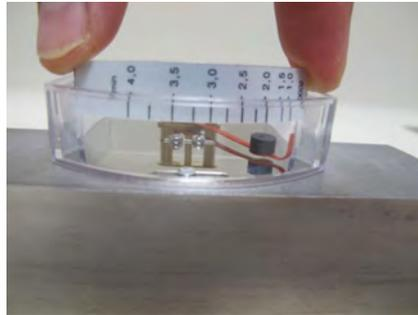

Abb. 62: Skalenträger in Führung einschieben
- 14.** ► Skalenträger (mit aufgeklebter Skala) in die Führung des Kunststoffgehäuses schieben (Abb. 62). Dabei Durchflussrichtung beachten (niedrigster Skalenwert zeigt zur Eingangsseite des Gerätes)